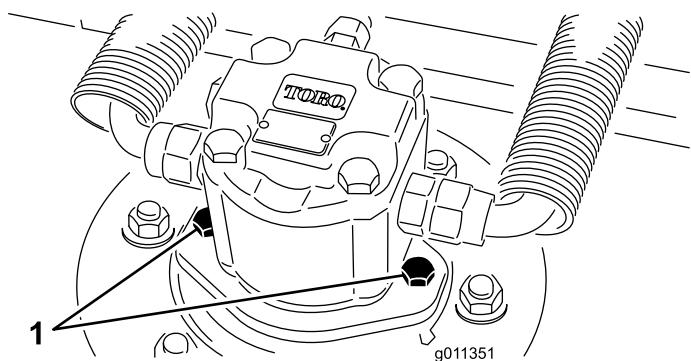

Figura 119
2. Scollegate e staccate il motore idraulico dall'apparato di taglio (Figura 119). Coprite la parte superiore del mandrino per impedire che venga contaminato.
3. Montate il motore idraulico sull'apparato di taglio (Figura 119). Verificate che l'anello toroidale sia in sede e non sia danneggiato.